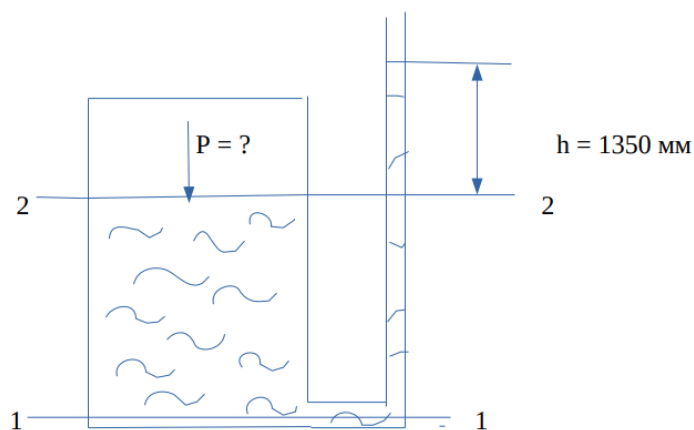

Рисунок 1.2 – Закрита посудина з п'єзометром
2. Визначити надлишковий тиск на вільній поверхні бензину в закритій посудині, якщо рівень бензину в п'єзометрі вищий за рівень бензину в посудині на 1 350 мм (рис. 1.2).